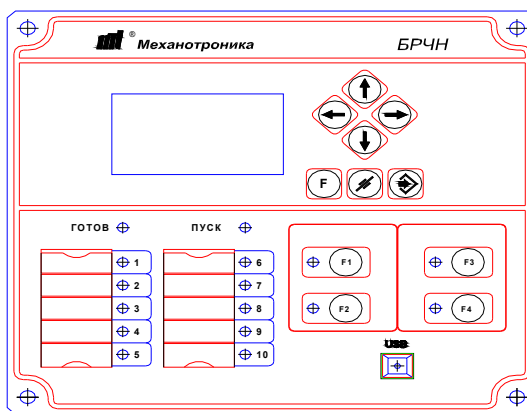

Рисунок 2 - Лицевая панель
1.5.1.5.4 Пульт содержит (см. рисунок 2):